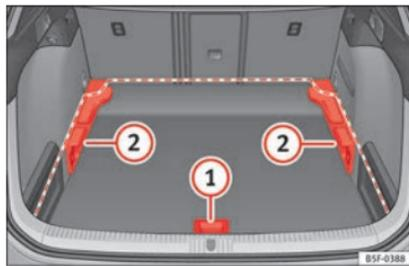
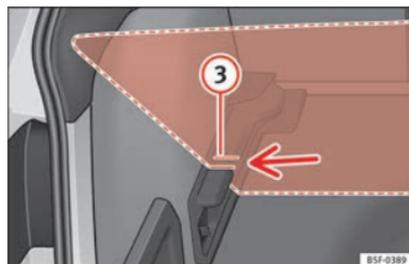

Fig. 182 Piso variable del maletero: posiciones.
Fig. 183 Piso variable del maletero: ranuras inclinadas.
- Levante el piso por el asidero »» fig. 182 ①, tire de él hacia atrás hasta que la parte delantera del piso rebase totalmente los soportes ②.
- Haga desplazar sobre estos el piso hacia adelante hasta que haga tope en el respaldo de los asientos posteriores y, a continuación, baje el piso con el asidero ①.
- Levante el piso variable por el asidero »» fig. 182 ① y tire de él hacia atrás hasta que la parte delantera del piso rebase las ranuras inclinadas »» fig. 183 ③.
- Haga pasar el piso por dichas ranuras ayudándose con el asidero ① hasta que haga tope en el respaldo de los asientos posteriores y se apoye el piso en las ranuras.